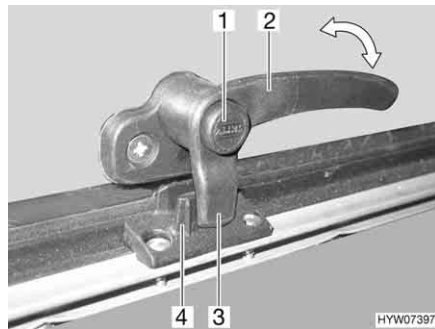
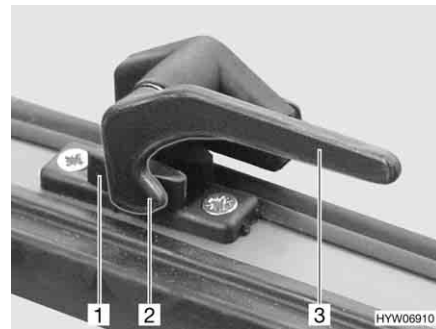

Bild 71 Verriegelungshebel mit Sicherungsknopf in Stellung "geschlossen"
Bild 72 Verriegelungshebel in Stellung "geschlossen"
- Wenn vorhanden, Sicherungsknopf (Bild 71,1) drücken und gedrückt halten.
- Den Verriegelungshebel (Bild 71,2 oder Bild 72,3) eine viertel Umdrehung zur Fenstermitte hin drehen.
- Den Verriegelungshebel (Bild 71,2 oder Bild 72,3) eine viertel Umdrehung zum Fensterrahmen hin drehen. Die Verriegelungsnase (Bild 71,3 oder Bild 72,2) am Verriegelungshebel liegt komplett auf der Innenseite der Fensterverriegelung (Bild 71,4 oder Bild 72,1).
- in Stellung "fest verschlossen" (Bild 71 und Bild 72)